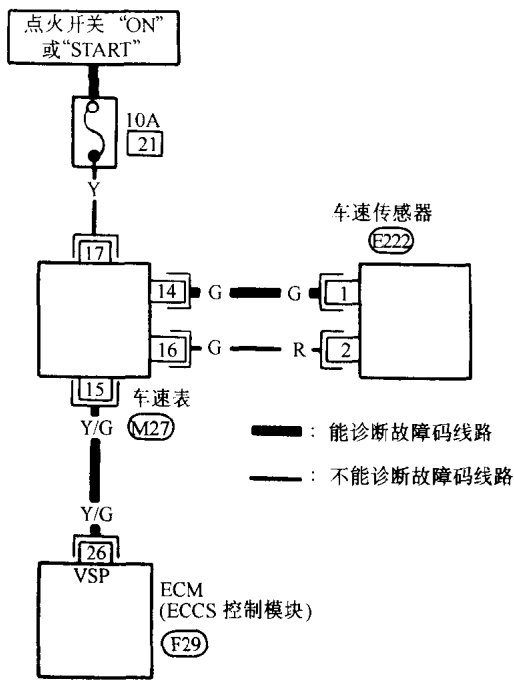

图 0-7 诊断和非诊断电路的表示
(4) 有些电路图中，粗实线所表示的是能诊断故障码的电路；而细实线所表示的电路是不能诊断故障码的电路，如图 0-7 所示。